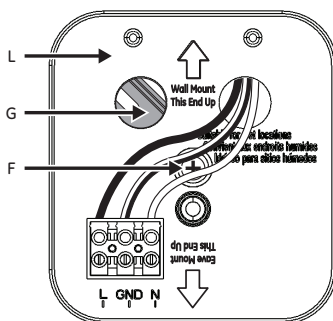

Figura 8
- i. Se deberán cortar los cables de suministro eléctrico de la vivienda de los conectores a presión. Los cables de la luminaria deberán pasarse por el orificio correcto de la placa de soporte trasera (L) y de la junta (H), y luego se deberán reconectar al suministro eléctrico de la vivienda con empalmes de cables estándar, no provistos.
- 9) Instale la placa de soporte trasera (L):
- a. Se debe observar la flecha direccional en la placa de soporte trasera (L) para la instalación seleccionada, es decir, en pared o en alero, y ubicar la placa de soporte trasera (L) con la flecha de instalación seleccionada en la dirección indicada sobre el soporte de montaje (G), fijado a la caja de conexiones (ver **Figura 8**).
- b. Acomode los cables en la caja de conexiones. Asegúrese de que todos los cables estén conectados en la caja de conexiones y que no estén presionados por los bordes de la placa de soporte trasera (L) o del soporte de montaje (G).
- c. Inserte el perno de montaje (F) a través de la placa de soporte trasera (L), a través de la junta (H) y páselo por el orificio del medio del soporte de montaje (G) (ver **Figura 8**).
- d. Ajuste el perno de montaje (F) firmemente a mano, con un destornillador Phillips. No ajuste demasiado ni use un destornillador eléctrico ya que puede dañar la placa de soporte trasera (L).